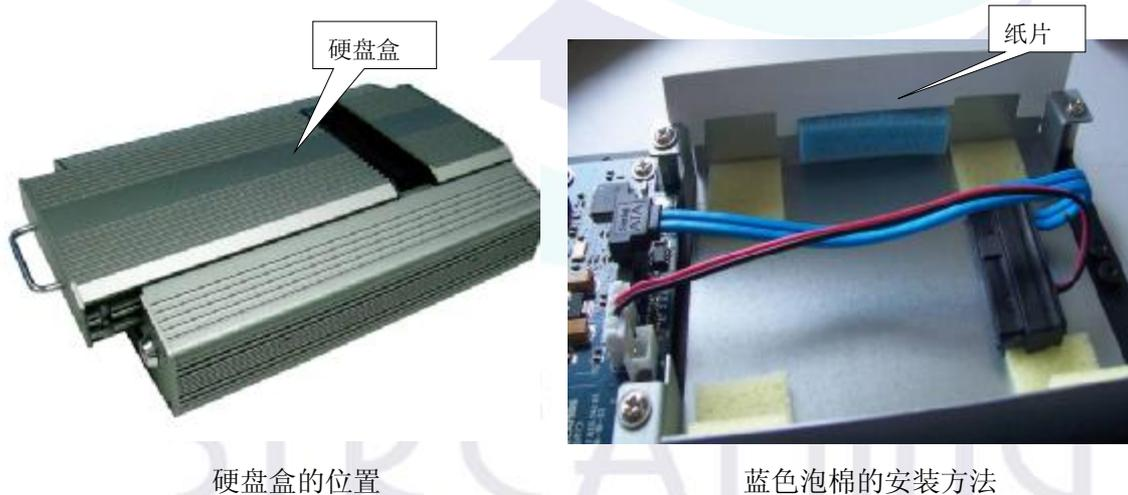
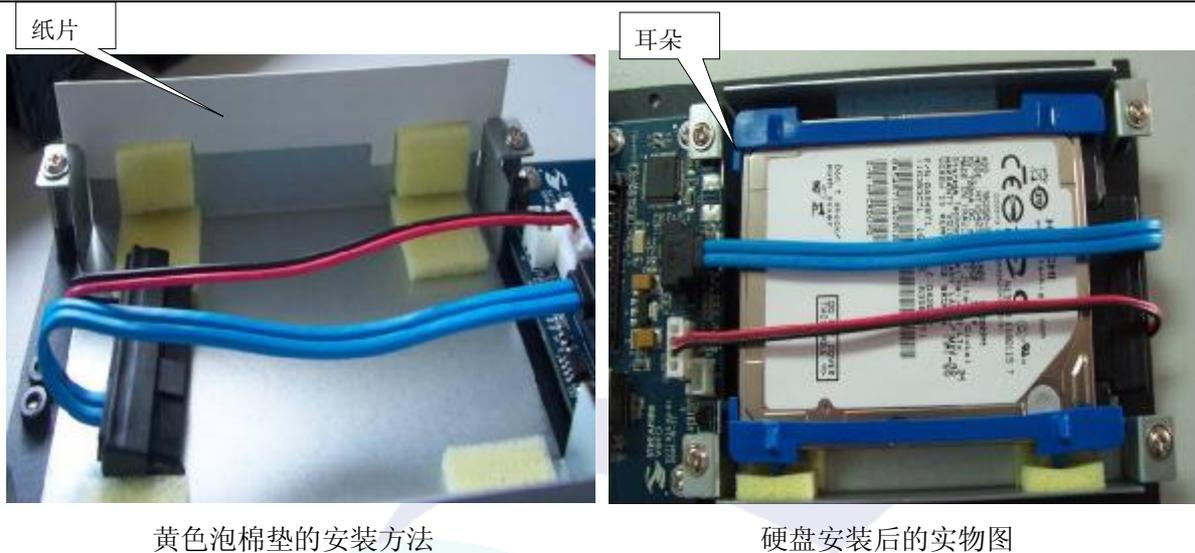

图15 硬盘安装示意图一
图16 硬盘安装示意图二
- 1、打开主机锁，拆下硬盘盒，如图15所示，取下开螺钉，拆开硬盘盒。
- 2、根据图15和图16安装好两侧的减振泡棉垫。硬盘没有镙钉固定，靠两边的橡胶减振套和盒子两侧的泡棉垫来减振。盒子一侧是一个蓝色的泡棉垫，另一侧是两个黄色的泡棉垫，纸片是安装定位的夹具。注意侧装时必须是黄色泡棉垫的一侧朝下，平装时则无所谓。
当系统支持报站功能时，需要安装SD卡。SD卡主要装载GPS自动报站文件，大小一般在50M以下，所以一般容量的SD卡都可以。先用钥匙打开主机锁，将硬盘盒取下来，这时可看到SD卡口，如图16所示。将SD卡对准SD卡口按压到位（插入SD卡时注意正反面，SD卡口旁边有丝印标识，插入时，SD卡的右上角有缺角。）。